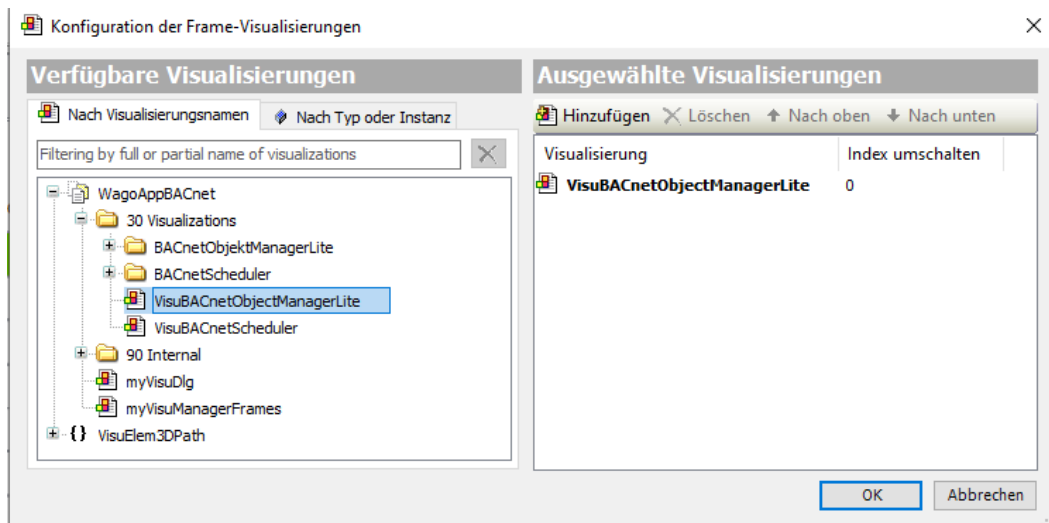

Abbildung 3: Konfiguration der Frame-Visualisierungen
3. Für den Parameter „**IBACnetBaseObject**“ das gewünschte Eingangs-, Ausgangs- oder Value-Objekte auswählen (siehe Abbildung 3).